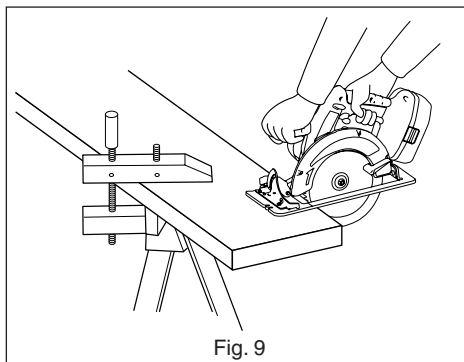

Fig. 9
- La figure 9 montre la position de sciage correcte.